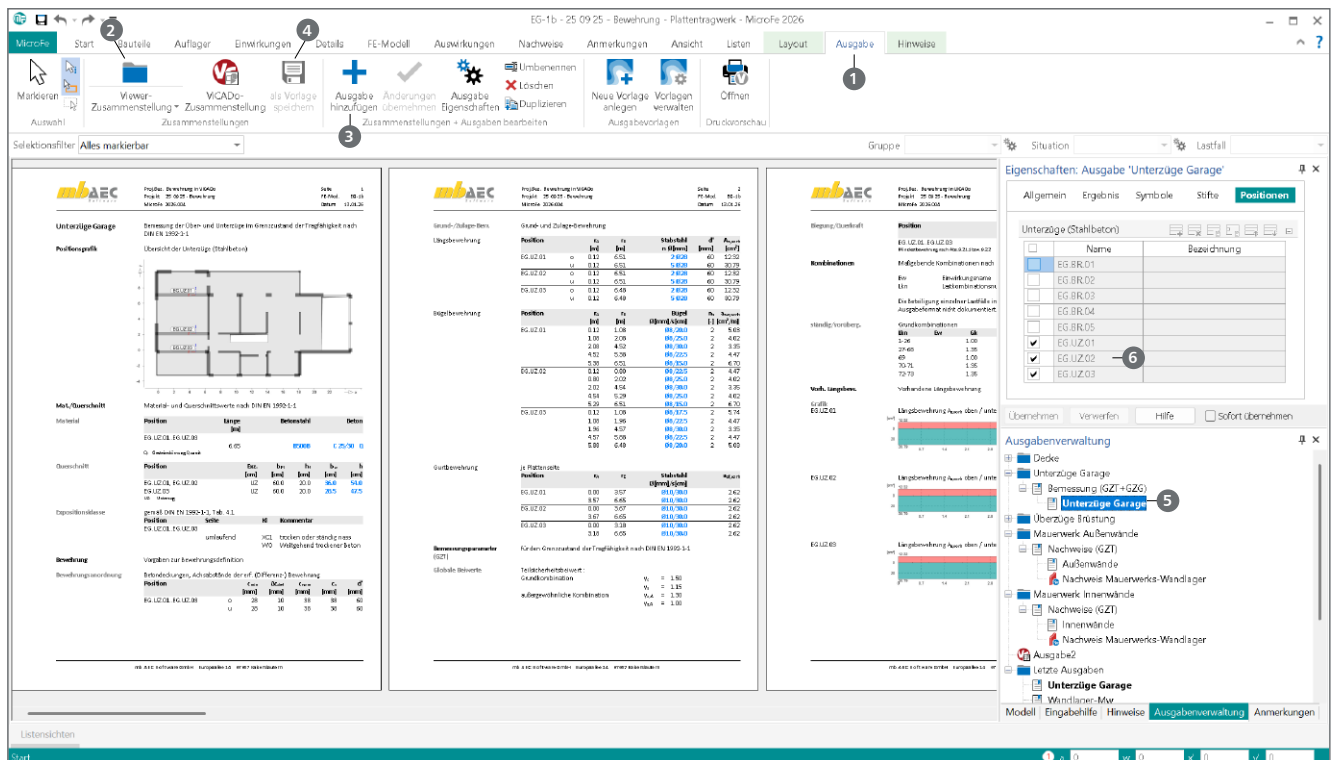

Bild 4. Erstellung von Ausgaben für die Bauteile Decken, Unterzüge und Mauerwerkswände
Sobald ein Ergebnis über das Menüband ausgewählt und angezeigt wird (Bild 4), fügen Sie es mit dem Schalter „Ausgabe hinzufügen“ ③ in die gewünschte Zusammenstellung ein. So befüllen Sie die Zusammenstellungen mit allen relevanten Informationen: Nachweise, Bauteildaten oder Schnittgrößen. Über die Eigenschaften des Ergebnisses – z. B. „Unterzüge Garage“ ⑤ – legen Sie den Umfang der Bauteile fest, etwa die Unterzüge EG.UZ.01 bis EG.UZ.03 ⑥. Die vier Überzüge für die Brüstungen werden in einer separaten Zusammenstellung „Unterzüge Brüstung“ geführt.